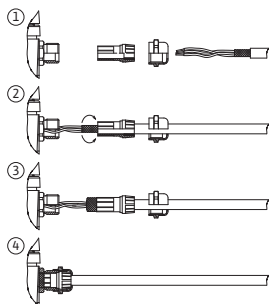

Fig. 24: Varjestuskate
Varjestus ühendatakse kaabliäbiviiguga elektroonikamoodulile. Vaadake Fig. 24.
Digisisendite, analoogsisendite ja siinikommunikatsiooni kaablid tuleb varjestada metallkaabli läbiviigu keermeühendusega (Fig. 18, pos. 4, 5 ja 6). Varjestuseks vaadake Fig. 24.